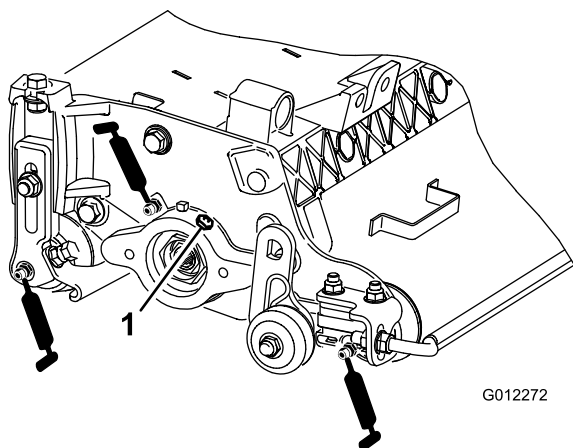

Figura 8
Figura 8 Cada unidade de corte vertical possui 7 bocais de lubrificação (1) que deverão ser lubrificados semanalmente com massa lubrificante nº 2 para utilizações gerais, à base de lítio.
2. Aplique a lubrificação até que se veja lubrificante limpo a sair dos vedantes do rolo e da válvula de descarga do rolamento (Figura 8).